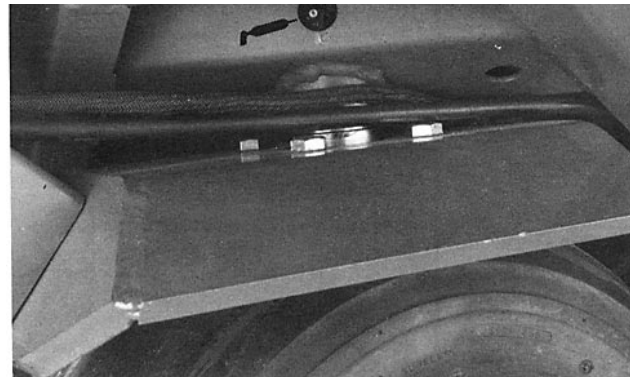
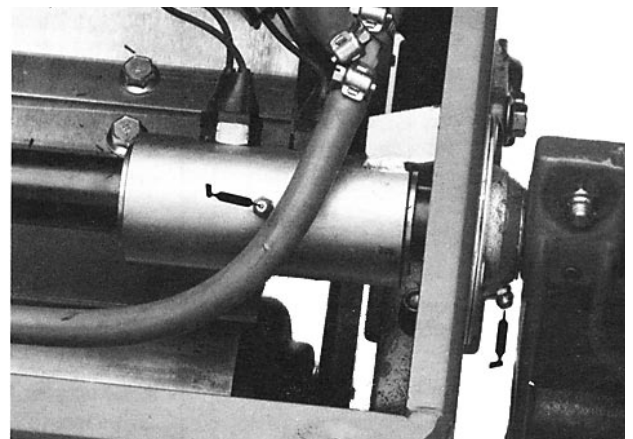
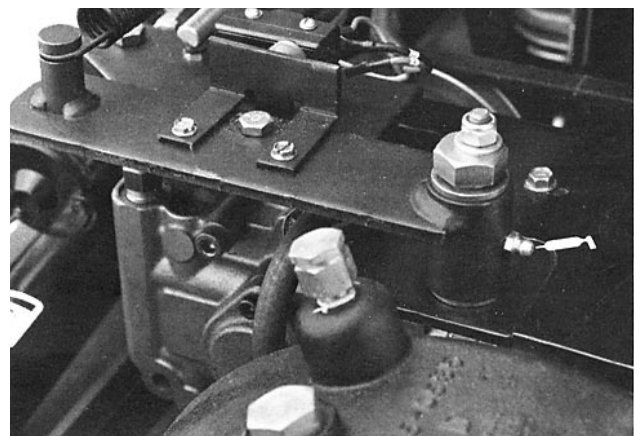

Fig. 14
Fig. 15
Fig. 16
Lagrene og foringene som må smøres er: styringens vippeaksel (fig.14), grensebryterhus (fig. 15) (2) på løftearmens aksel (fig. 15) og nøytral vippeaksel (fig. 16).